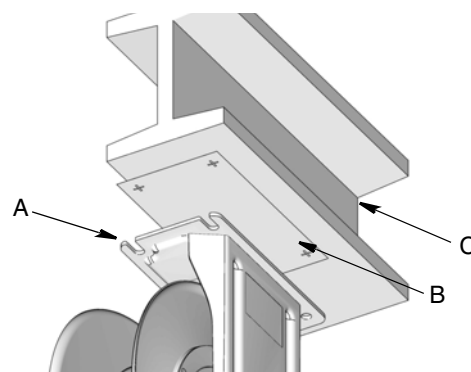

FIG. 9
2. Use la plantilla de montaje (FIG. 9 - B) para colocar la posición de los agujeros de montaje antes de perforar
3. Perfore agujeros de montaje en la viga en I (C) (FIG. 9).